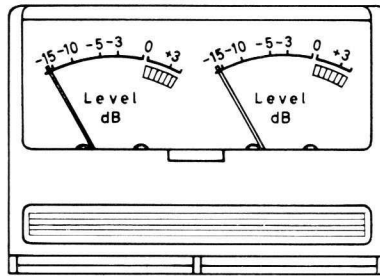

Fig. 34: Uitstuurinstrument (VU-meter).
- Uitstuurinstrument** Indicatie-instrument voor de  $\rightarrow$ uitsturing; vroeger  $\rightarrow$ „magisch oog“, „indicatiebuis“ of „afstemoog“ genoemd. In moderne toestellen meestal een draaispoelinstrument, de z.g.  $\rightarrow$ VU-meter (fig. 34, blz. 73), met merkteken voor de  $\rightarrow$ voluitsturing. In professionele studios worden lichtwijzerinstrumenten voor de controle van de uitsturing toegepast, waarvan de massatraagheid te verwaarlozen is.